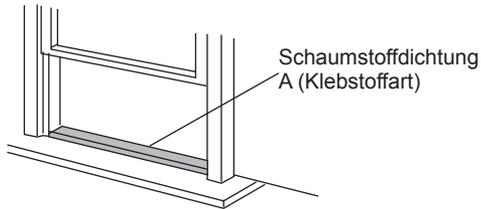

Abb. 8
1. Schneiden Sie die Schaumstoffdichtung (Klebstoffart) auf die richtige Länge zu und kleben Sie sie auf die Fensterbank. Abb. 8